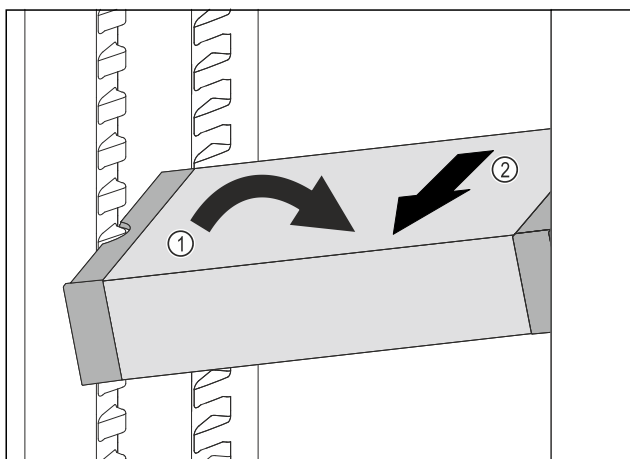

Fig. 165
- Incliner le VarioSafe dans la partie réfrigérateur. Fig. 165 (1)
- Sortir le tiroir VarioSafe par l'avant. Fig. 165 (2)